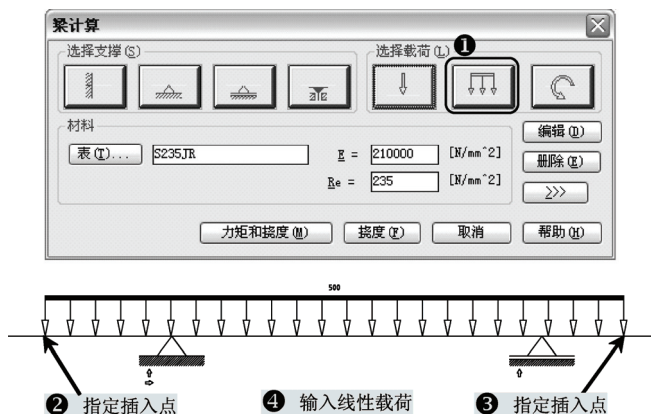

图 13-7 选择载荷
5) 在“梁计算”对话框中，单击选择“选择载荷”选项中的“均布载荷”工具按钮，在绘制的直线上指定插入点，再指定端点，提示输入“线性载荷 (N/mm)”，返回“梁计算”对话框，如图 13-7 所示。